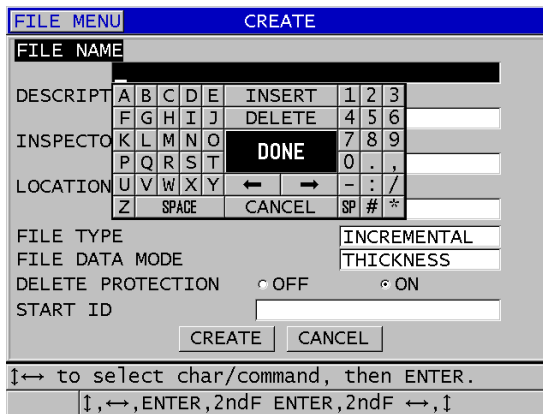

Figura 11-3 Exemplo de tela CRIAR
3. Na tela **CREATE** (CRIAR) (consulte Figura 11-3 na página 192):